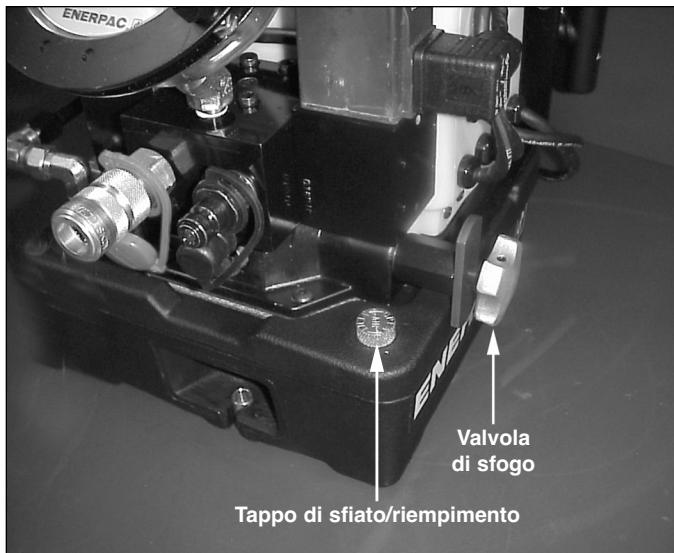

Figura 1 - Valvola di sfogo
- Allentare il dado di fissaggio e ruotare (in senso antiorario) la valvola di sfogo in modo tale da evitare lo sviluppo indesiderato di pressione. La regolazione della valvola di sfogo non richiede l'utilizzo di alcun strumento. Vedere Figura 1.